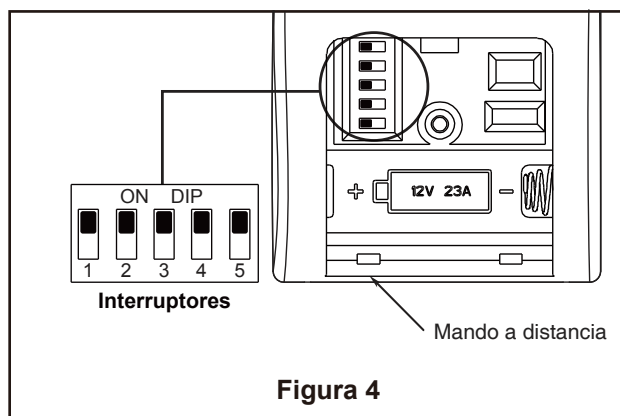

Figura 4
4. Para configurar el código del mando a distancia a las mismas posiciones que en el receptor. Mueva los interruptores de código hasta colocar el código de selección en la posición arriba o abajo. Con un destornillador pequeño o con una lapicera (no se incluye) deslice firmemente hacia arriba o hacia abajo. (Figura 4)